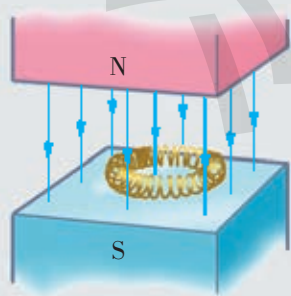

图 1-12
2. 如图1-12所示, 在匀强磁场中有一个闭合的弹簧线圈。你能采取哪些措施使该线圈中产生感应电流? 为什么?